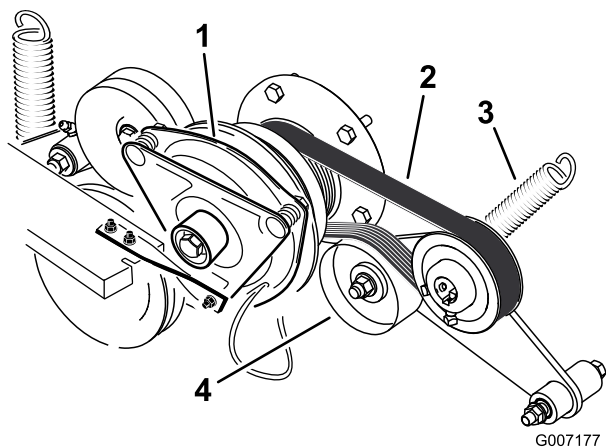

Figura 74
3. Retire el muelle del brazo de la polea tensora (Figura 74).
4. Instale la correa nueva alrededor de la polea del motor y de la bomba hidráulica (Figura 74).
6. Instale el muelle en el brazo tensor (Figura 74).